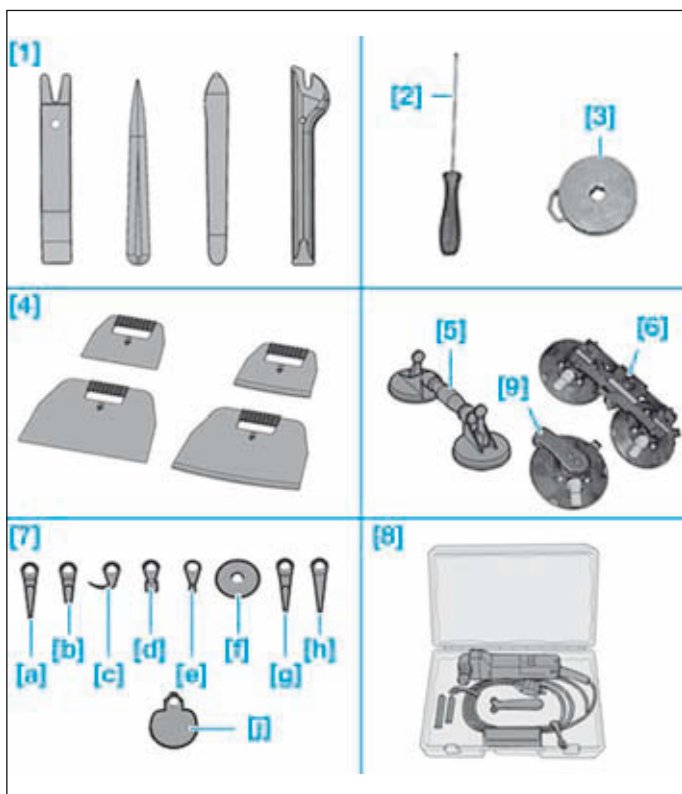

FIG.1
### OUTILLAGE NÉCESSAIRE (FIG.1)
- Équiper le couteau électrique [8] de la lame [d] (Fig.1).
- Équiper le couteau électrique [8] de la lame [c] (Fig.1).